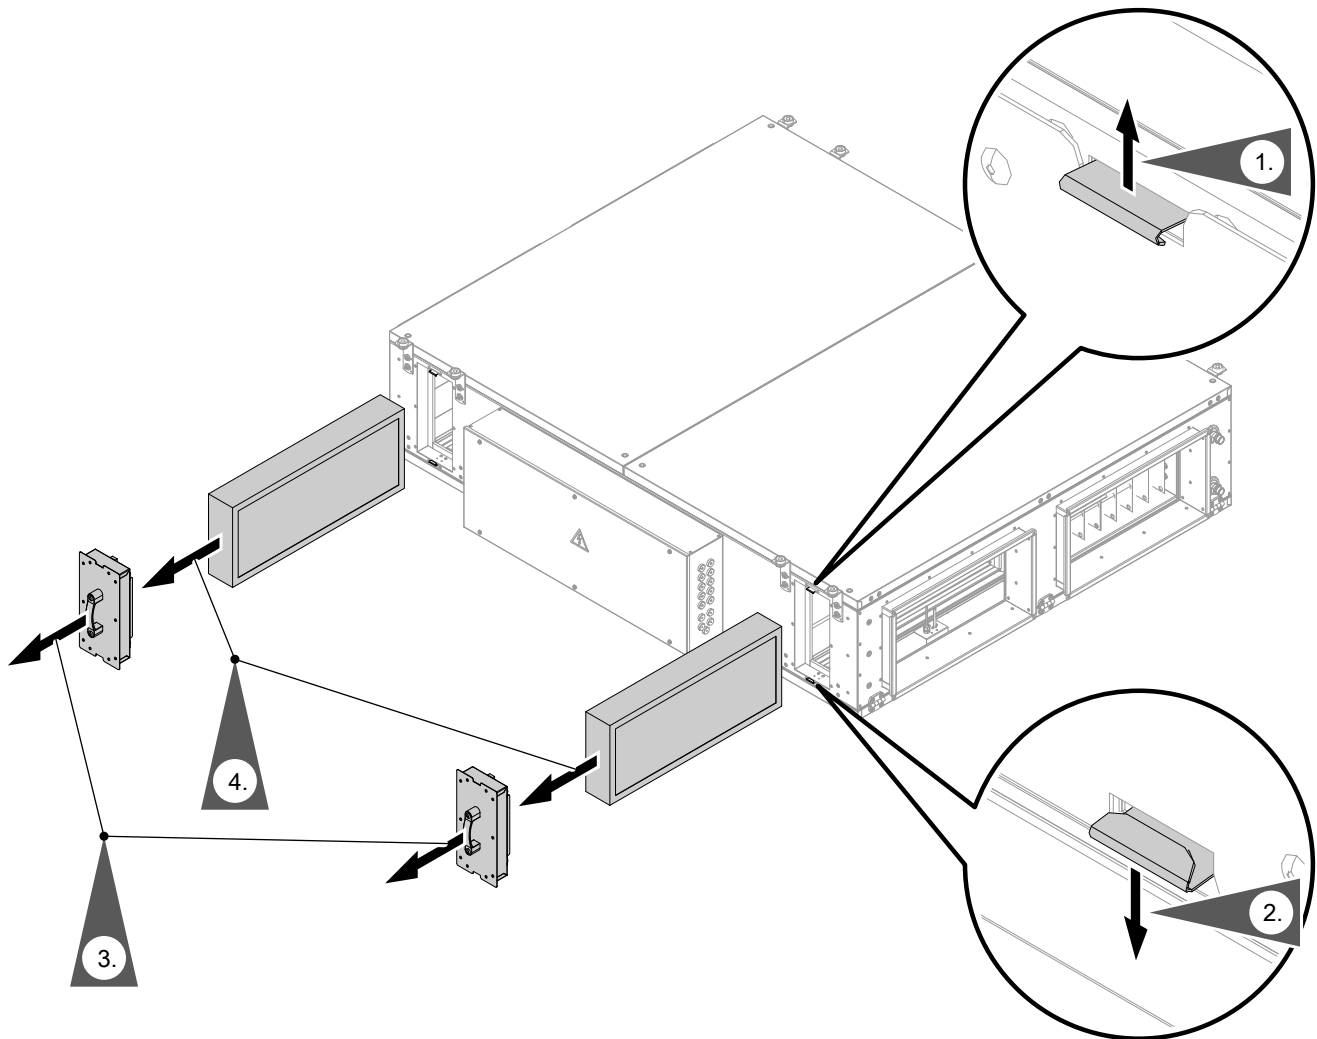

Abb. 52
- Werkzeugfreier Zugang über die seitlichen Filterverschlüsse: Siehe Abb. 52.
7. Neue Filter einbauen: Arbeitsschritte in Abb. 52 in umgekehrter Reihenfolge durchführen.